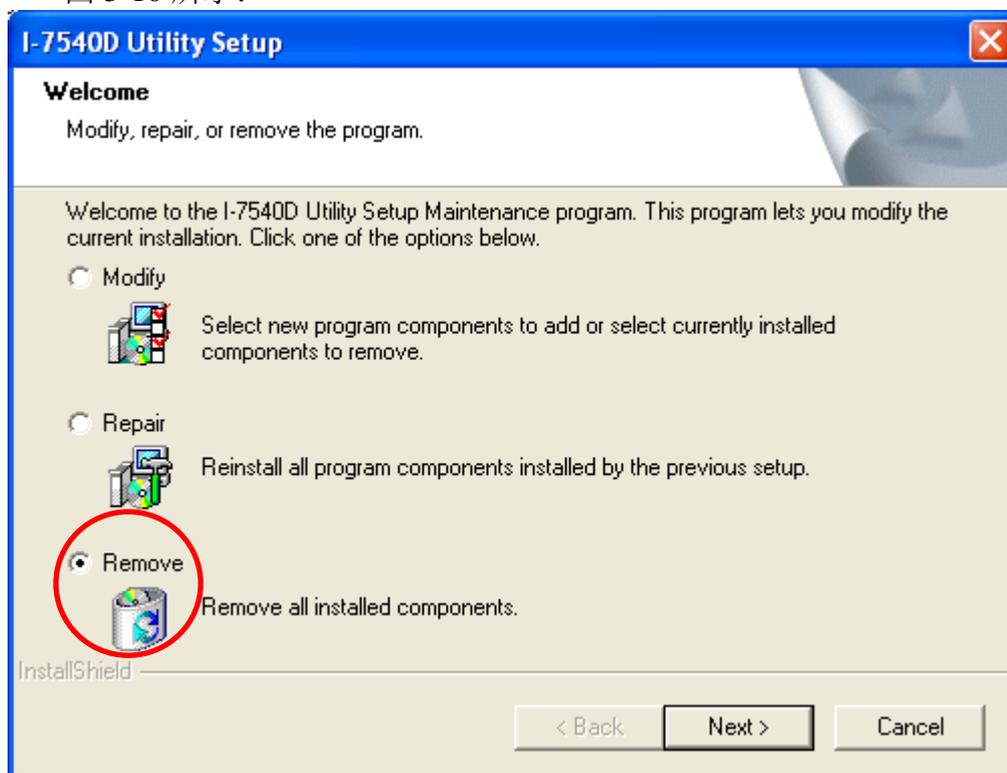

图 3-10： 「Modify, repair, or remove the program」对话框
**Step 4:** 选择「Remove」选项，并且按下「下一步」，以移除 I-7540D Utility。如图 3-10 所示：